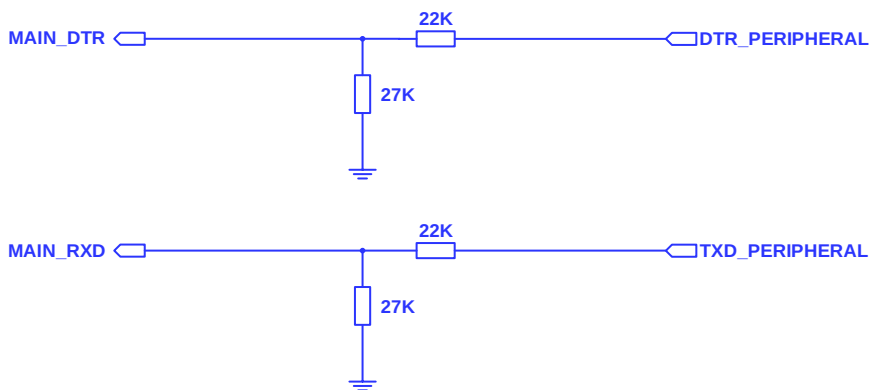

图 23: MAIN_DTR、MAIN_RXD 分压参考电路
- 1) 睡眠模式下，VDD_EXT 下电版本：MAIN_DTR、MAIN_RXD 请采用分压电路设计（参考图23），或使用外部 1.8 V 替代 VDD_EXT。